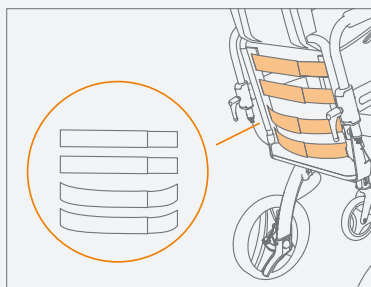

Abbildung 48: Untere beiden Rückenriemen gelockert.
- In den meisten Fällen werden die unteren Riemen lockerer eingestellt als die oberen beiden Riemen (**Abbildung 48**). Befestigen Sie den Klettverschluss so, dass das Becken des Benutzers richtig aufrecht steht und die Rückenlehne den Rücken stützt.